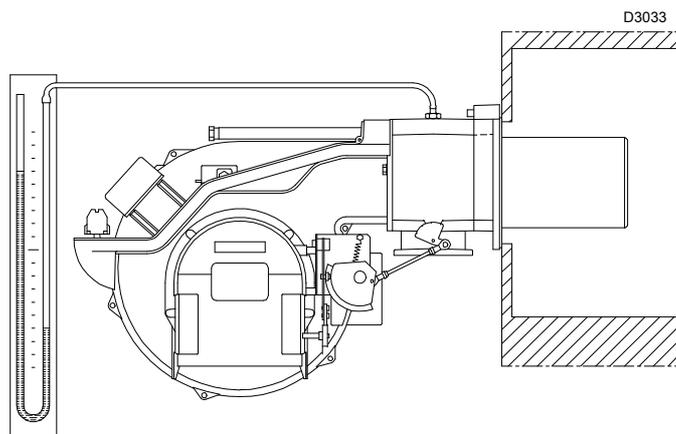

图 27
- ▶ 在管路接口处的燃气压力测试点上安装一个 U 型压力表（图 27）。
参考数值一般可在第 20 页中查到，在 U 型压力表上读出燃气压力，见图 27 页 24)，并按第 20 页上所示进行操作。